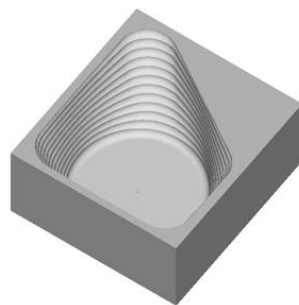

Рисунок 4.26 – Результат об'ємного моделювання деталі
17. Натисніть кнопку «Start» на панелі «Simulate». Після об'ємного моделювання на екрані з'явиться таке зображення (рис. 4.26).